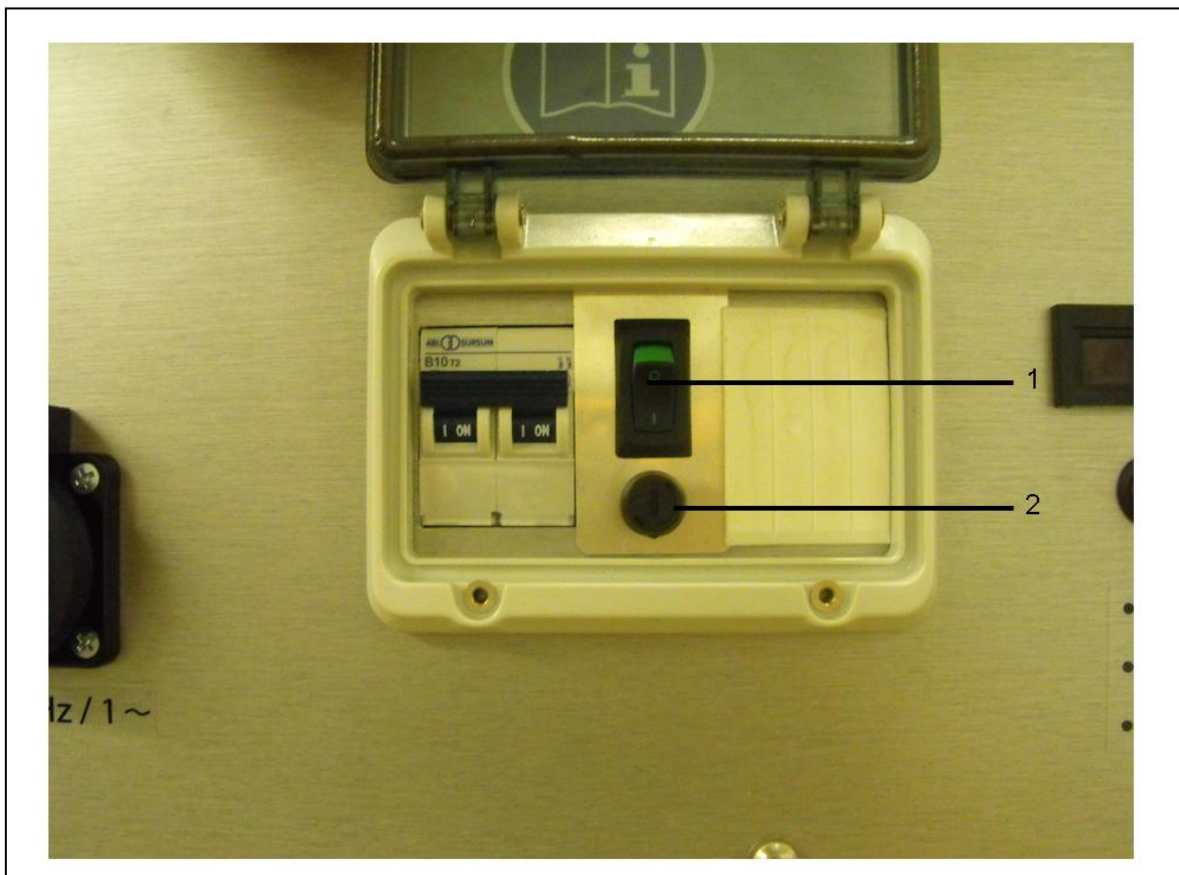

рис. 3-5: EcoTronic (Система автосброса оборотов)
1. Переключатель (Рис. 3-5) перевести в положение „I“.